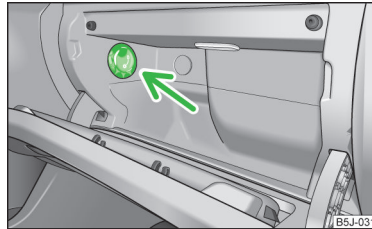

Abb. 68
- Mit dem Drehschalter » Abb. 68 wird die Luftzufuhr geöffnet bzw. verschlossen.